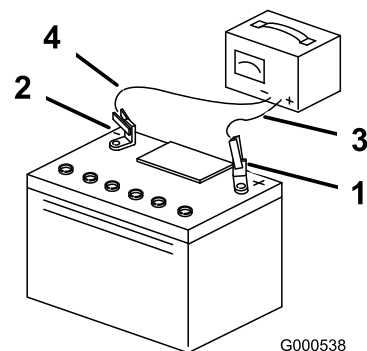

Figura 31
3. Quando la batteria è completamente carica, staccate il caricabatterie dalla presa elettrica e scollegate i cavi di ricarica dai poli della batteria (Figura 31).